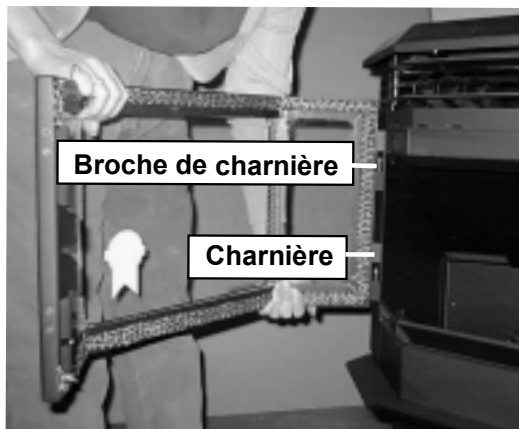

Figure 23.1
2. Aligner les charnières avec les tiges de charnières sur le corps de l'appareil, et faire glisser la porte vers le bas jusqu'à ce qu'elle soit sécurisée sur les charnières. **Figure 23.1.**